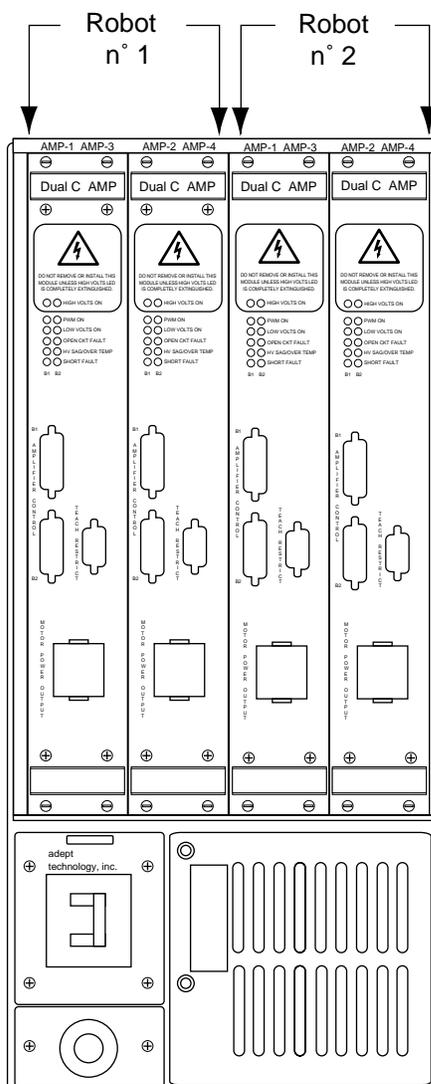

Figure C-1. Robot double avec quatre variateurs
- Chaque robot Adept Cobra 600 nécessite deux variateurs C, pour un total de quatre variateurs par robot double Adept Cobra 600 (voir Figure C-1 à la page 169).